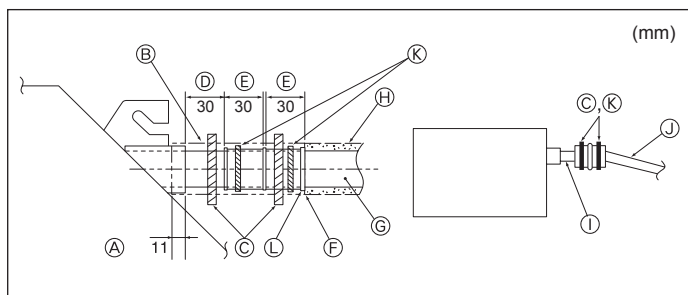

Fig. 3-5
1. Collegare il manicotto di drenaggio (fornito con l'unità) all'apertura di drenaggio. (Fig. 3-5)